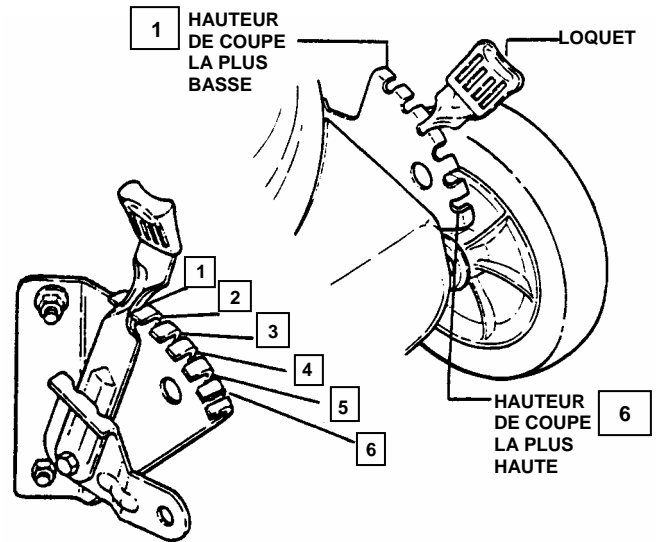

FIGURE 2.7
1. Dégagez le loquet en le poussant et positionnez-le sur la hauteur de coupe désirée. Voir figure 2.7.